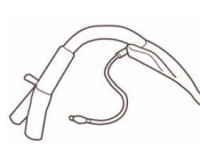

図5: カフが脱気してV字形になったら、インフレーションラインからシリンジを抜く
- シリンジの張力からマスクが真空になったことが分かるまで、カフの脱気を行います。シリンジを引いたまま、シリンジをすばやくインフレーションポートから外します。これを行うことで、図5のように、マスクを正しく脱気できます。